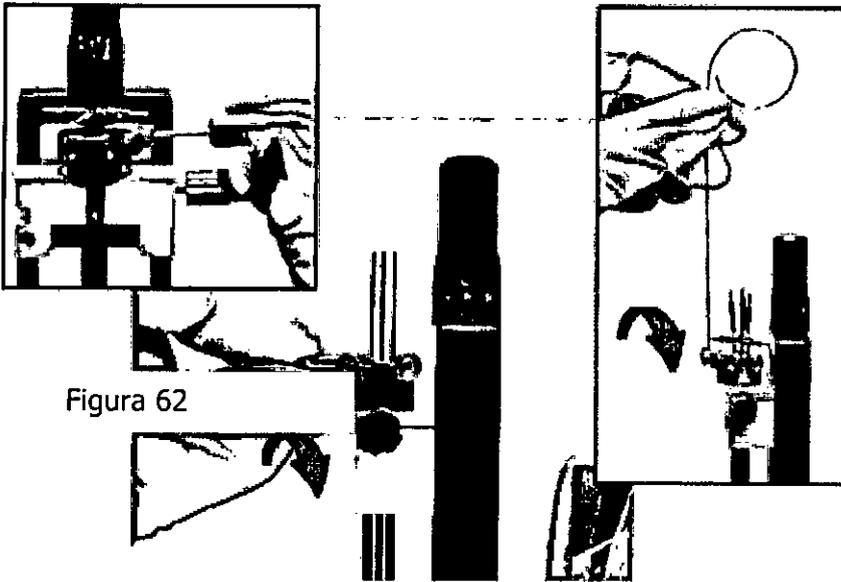

Figura 62
5a. Se insertan los tubos de guía, los tubos de inserción y los estiletes. (Ver Figura 62)
6. Asegure los tubos de inserción apretando los tornillos del transportador. Utilice la llave hexagonal o la herramienta de alambre para tornillos de difícil acceso, como se muestra arriba. (Ver Figura 62)